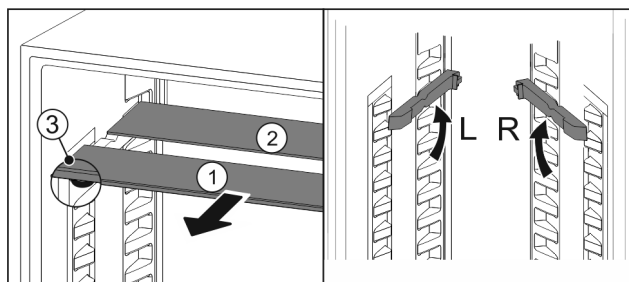

Fig. 85
- ▶ Skleněné desky jednotlivě vytáhněte dopředu Fig. 85 (1).
- ▷ Skleněná deska Fig. 85 (1) s ozdobnou lištou leží vpředu.
- ▷ Zarážky Fig. 85 (3) směřují dolů.